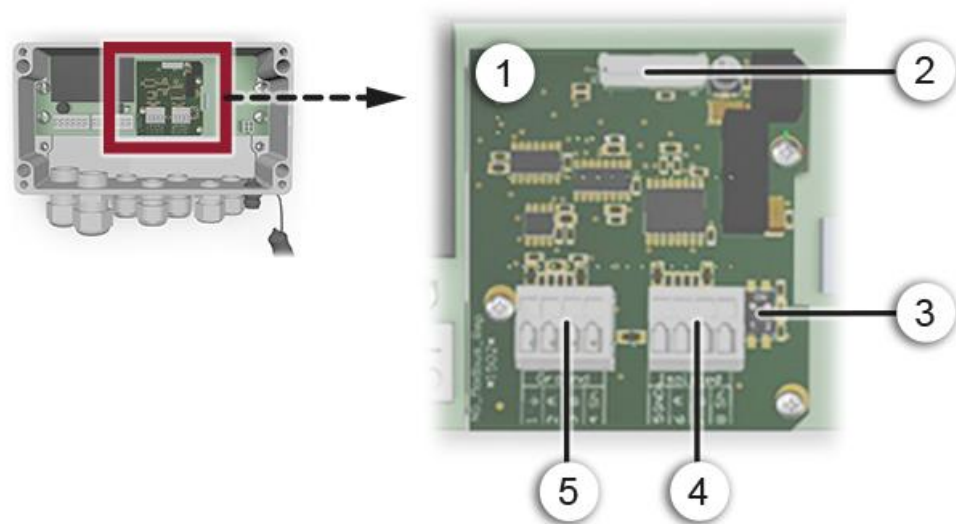

Figure 14: vue du module Modbus RTU dans le SIPORT 2
①	Interface bus (circuit imprimé de raccordement) pour Profinet IO	②	Fiche de raccordement vers le circuit SIPORT 2
③	Port Ethernet 1	④	Port Ethernet 2
- Si le photomètre se trouve en fin de boucle, le commutateur DIL S2/1 sur le module de connexion doit être en position active ON (Figure 14 **Fehler! Verweisquelle konnte nicht gefunden werden.**, pos. 3).